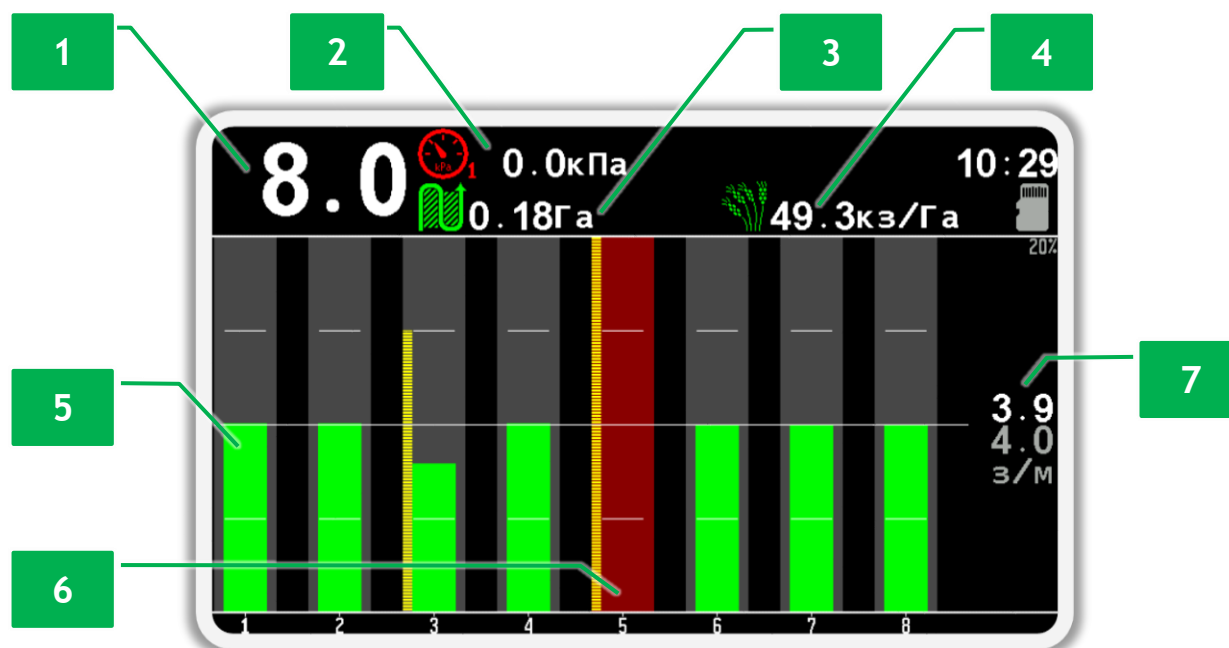

Рисунок 10 Пример отображения главного экрана во время работы.
- скорость движения сеялки (см. Рисунок 10 п.1) по спидометру в тракторе или GPS-навигатору, если есть такая возможность;
- давление должно быть в пределах допустимого диапазона (см. Рисунок 10 п.2);
- фактическую норму высева. Она должна соответствовать заданной норме (см. Рисунок 10 п.7).